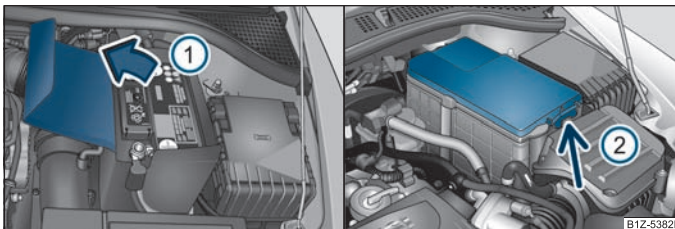

Fig. 126 Vano motore: coperchio di poliestere della batteria della vettura / coperchio di plastica della batteria della vettura
La batteria si trova nel vano motore all'interno di un coperchio di poliestere ⇒ fig. 126 - lato sinistro, o eventualmente in un coperchio di plastica\* ⇒ fig. 126 - lato destro.
- Aprire il coperchio batteria nel senso della freccia ① ⇒ fig. 126 o premere il bloccaggio ② al lato del coperchio batteria, aprire il coperchio e rimuoverlo.
Durante i lavori sulla batteria il bordo del coperchio della batteria ⇒ fig. 126 - lato sinistro, viene inserito tra la batteria e la parete laterale del coperchio della batteria.